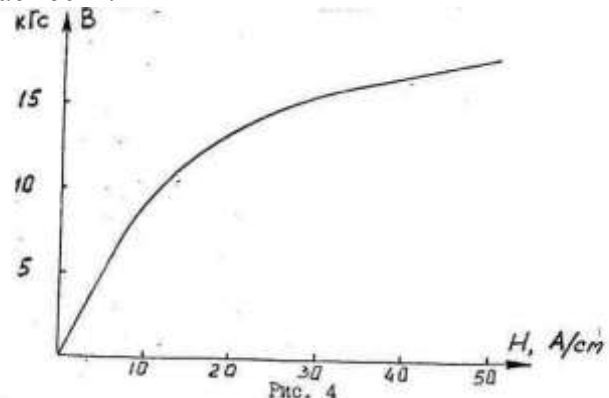

Рис. 4
2. На рис. 4 дана кривая намагничивания железа. Постройте эту кривую, отложив по осям координат величины в единицах СИ. Постройте кривую зависимости магнитной проницаемости от напряженности поля и определите значения начальной и максимальной магнитной проницаемости.